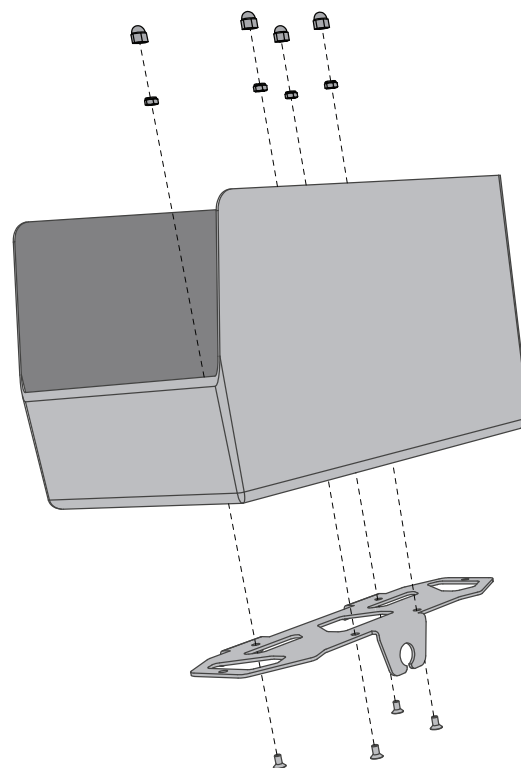

Ilustración 13: Instalación del soporte de desmontaje rápido en la cesta
2. Instale un soporte de desmontaje rápido para cada cesta de almacenaje descubierta utilizando cuatro fijaciones de 12 mm y cuatro tuercas de nyloc, tal y como se muestra en la **Ilustración 13**. Apriete las fijaciones a **6,0 N-m (4,4 pies-lbf)**.